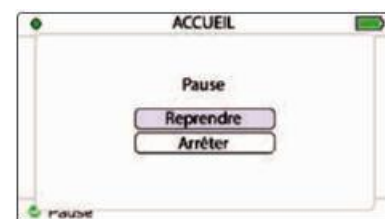

Figure 29. Pause
1. Pour interrompre la thérapie, appuyez sur . Le message "pause" est affiché, voir Figure 29.